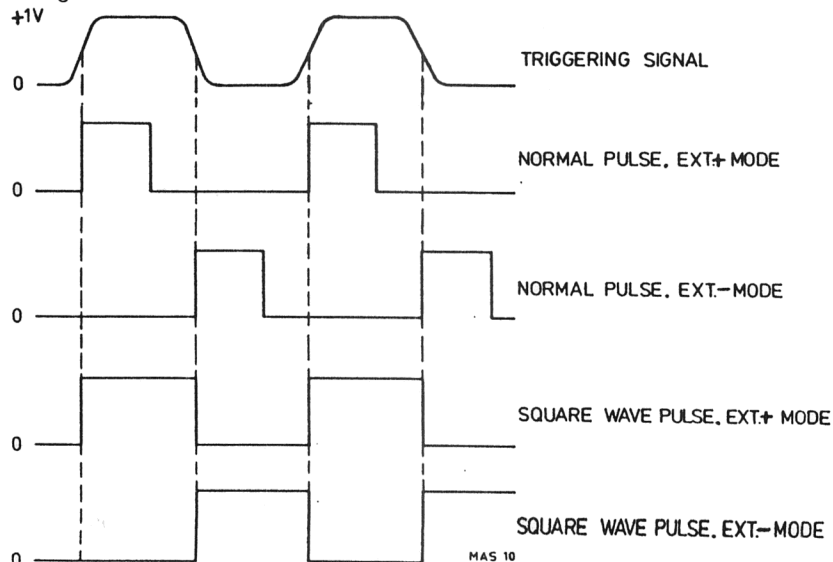

Fig. VI-14 : Déclenchement externe PM 5704
- Régler la durée sur 10 μ s. Se référer à la fig. VI-14.
- Observer que les impulsions de sortie ont le même temps de répétition que le signal de déclenchement mais une durée d'impulsion égale à celle réglée avec les commandes DURATION. Fig. VI-14.
- Remarquer que le temps de répétition et la durée sont déterminées par le signal de déclenchement. Se référer à la fig. VI-14.